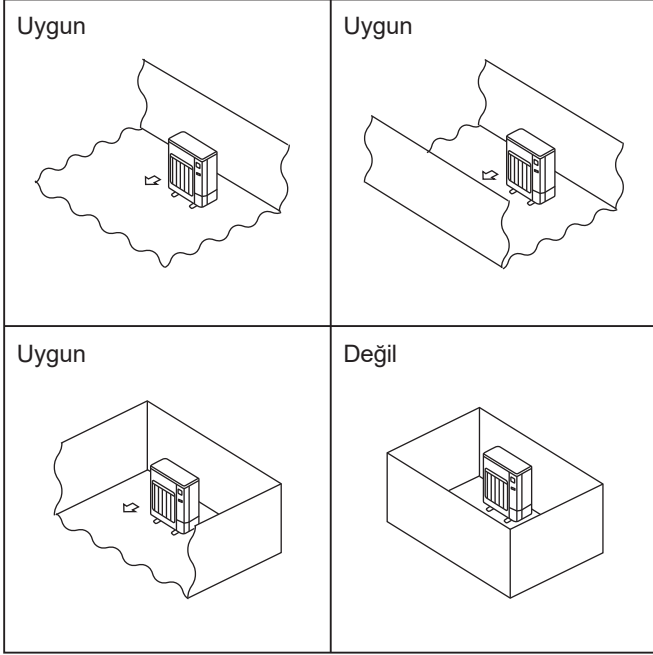

Fig. 2-1
- Dış üniteleri, dört yanından en az bir tanesi açık olan ve çukurlar olmayan yeterince geniş bir alana yerleştirin. (Fig. 2-1)